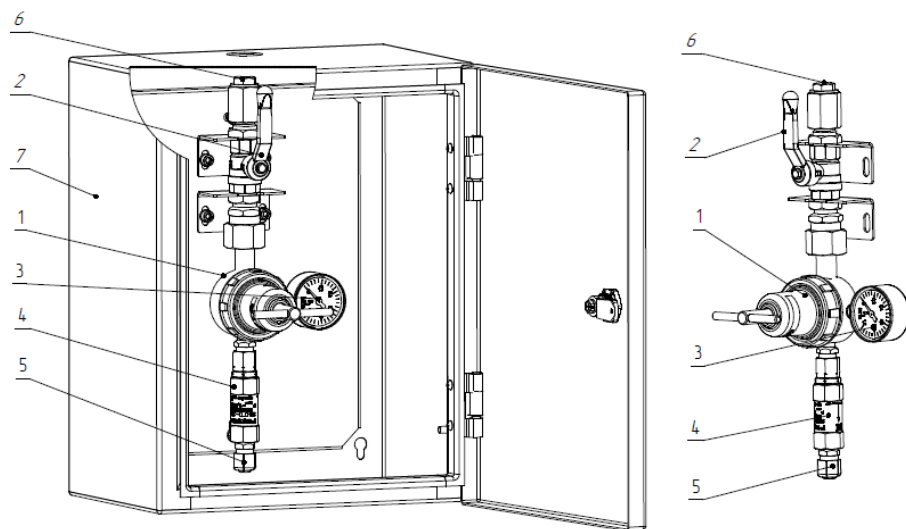

Рисунок 1 Пост газоразборный: А- ПГК-10-Ш, Б- ПГК-10
4.1 Внешний вид показан на рис.1